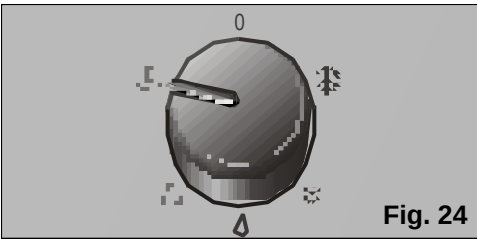

Fig. 24
- ☐ Selezionate la velocità di purificazione: massima  o silenziosa , **Fig. 24**.